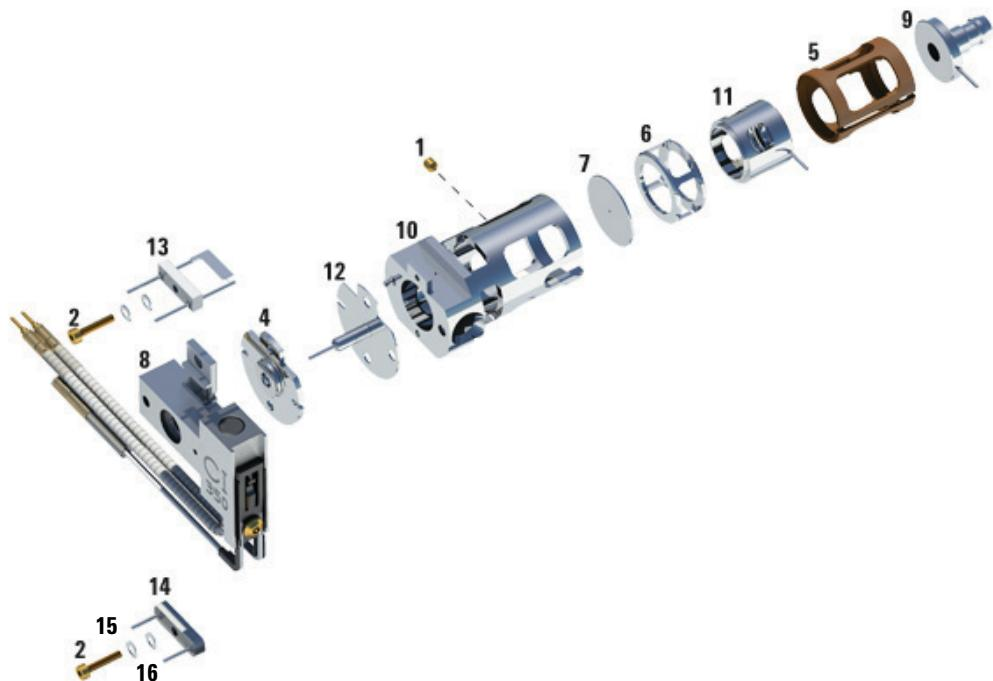

図 37 CI イオン源を組み立てる
- イオンフォーカスレンズ、エントランスレンズ、およびレンズインシュレータを組み立てます(図 37)。
- ドローアウトプレートとドローアウトシリンドをイオン源本体にスライドさせます(図 37)。
表 25 CI イオン源の部品リスト (図 37)
表 25 CI イオン源の部品リスト (図 37) (続き)